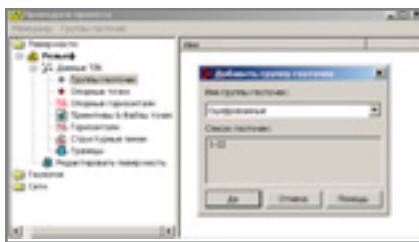

Рис. 13
13. Добавляем созданную группу геоточек в состав исходных данных для построения модели "Рельеф". Для этого в Проводнике проекта нажимаем правую клавишу мыши на теме *Группы геоточек* и выбираем в появившемся контекстном меню строку *Добавить группу*. Открывается окно, в котором мы выбираем соответствующую группу (рис. 13).